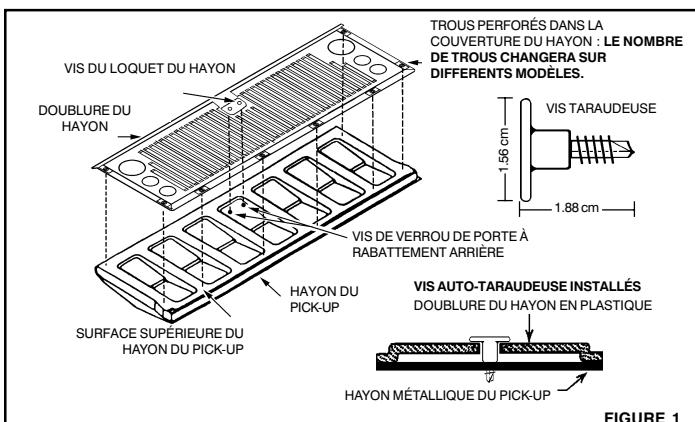

FIGURE 1
Remove the two screws from tailgate latch plate and set aside for later use (See FIGURE 1).
Place bedliner in truck box. While standing beside truck at approximately the center of box area, lift side of bedliner up at a 45° angle so that the opposite side slips under the siderail of pickup truck (See FIGURE 1). A second person may be required to help slip the wall of the bedliner under the sidewall of the truck box.
1. Assemble "Liner-Lok™" fasteners by sliding metal clip onto plastic swingnut (see FIGURE 1).
Enlevez les deux vis du plat de verrou de porte à rabattement arrière et mettez les de côté pour utiliser plus tard (Voir FIGURE 1).
Placez la doublure du plateau dans la benne du pick-up. Debout, à côté du pick-up et à proximité du centre de la benne, levez le côté de la doublure du plateau selon un angle de 45° de façon à ce que le côté opposé glisse en dessous de la paroi latérale du pick-up (voir FIGURE 1). Une deuxième personne peut être nécessaire pour aider à glisser la paroi de la doublure du plateau en dessous de la paroi latérale de la benne du pick-up.
1. Assembler les attaches "Liner-Lok" en glissant le crochet en métal dans le clapet en plastique (voir fig. 1)